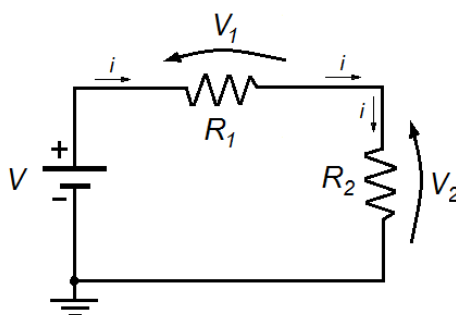

Figura 1: Esquema elétrico do circuito divisor resistivo.
Neste item analisaremos o circuito divisor resistivo apresentado na **Figura 1**.
A seguir, monte o circuito da **Figura 1** num **protoboard** (**Anexo 3_Protoboards**).
- . Programe a fonte de tensão para fornecer **12 V** e conecte-a ao circuito da Figura 1.
- Calcule a tensão V_2 do circuito da Figura 1, considerando: os valores experimentais dos resistores e que o voltímetro possui resistência interna infinita (voltímetro ideal).
- Compare os resultados acima com os resultados experimentais (item 2.1)
Troque os resistores da Figura 1 para $R_1 = R_2 = 10 \text{ M}\Omega$, mantendo a tensão de alimentação em 12 V .
Repita a montagem do circuito resistivo da Figura 1 com $R_1 = R_2 = 100\ k\Omega$. No entanto, agora você irá alimentar o circuito com uma fonte de tensão alternada (utilize o gerador de funções modelo **33500B da Agilent**).